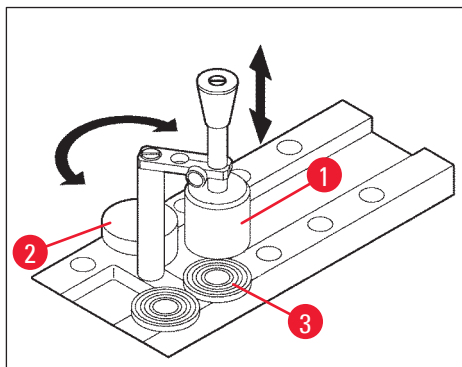

図 14
4. 試料をのせた試料チャックを急速凍結ステーションの 10 個の穴の 1 つに取り付け (→ 「図 14」)、凍結します。